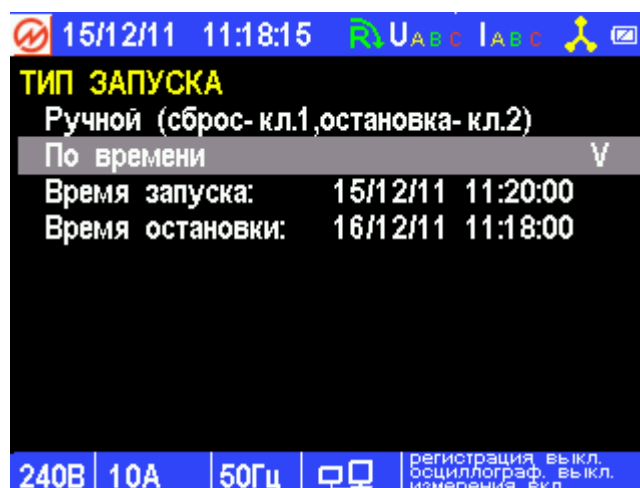

Рисунок 4.14. Режим отображения выбора типа запуска
- экран выбора типа запуска (Рисунок 4.14);
При входе в режим «Энергия» на экране отображается меню выбора типа запуска: «Ручной» или «По времени» (Рисунок 4.14). Перемещение по пунктам меню осуществляется клавишами ▼ и ▲. Для выбора типа запуска необходимо нажать клавишу «ENT».